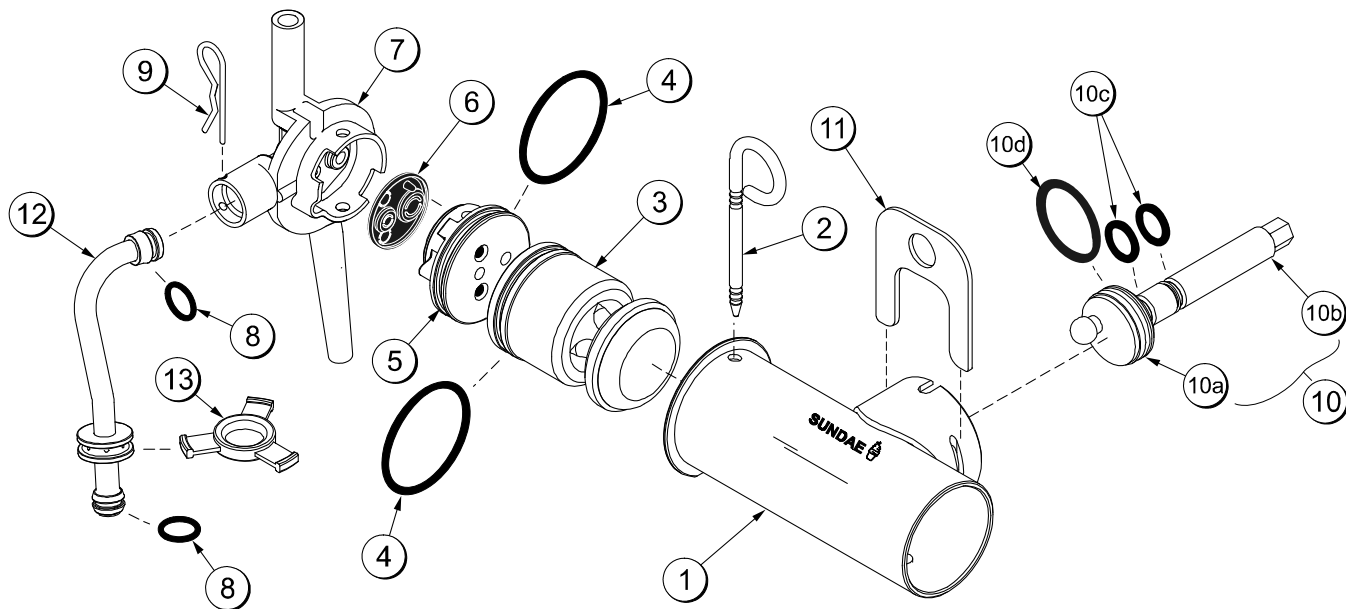

**Рисунок 5**
**X57028-XX Узел насоса смеси, упрощенный (сторона коктейлей) (см. рис. 5)**